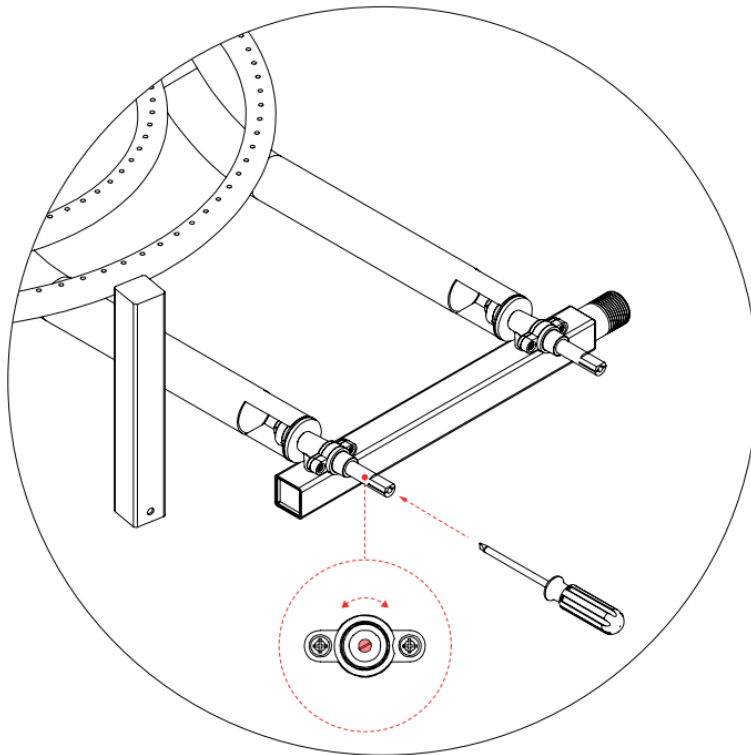

IMAGEN 3 – REGULACIÓN DE MINIMO EN VALVULA.
3. Con un destornillador plano (mínimo 5 cm de largo, máximo 3,5 mm de diámetro), introdúzcalo en el orificio en la punta del vástago hasta encontrar el tornillo de regulación del mínimo en el fondo de este. VER IMAGEN 3.